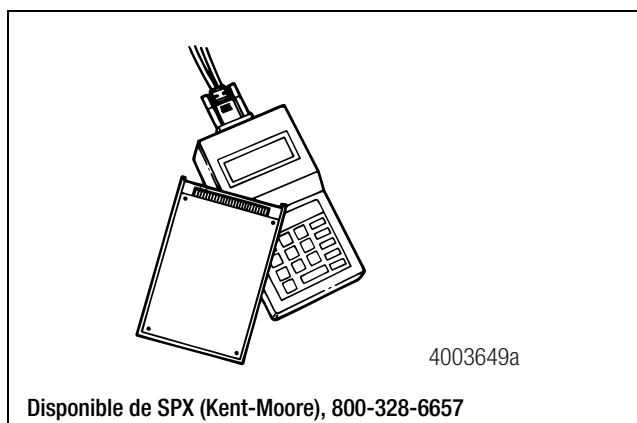

Figura 2.7
- Se deberá utilizar el Cartucho de Protocolo Múltiple (MPC) y la tarjeta de aplicaciones Meritor WABCO, versión 2.0 o más reciente, para uso con el RSSplus™ con PLC. Figura 2.7.